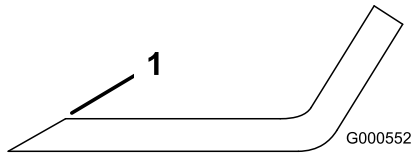

Figura 77
- Utilice una lima para afilar el filo de corte en ambos extremos de la cuchilla (Figura 77).
**Nota:** Si la cuchilla no está equilibrada, rebaje algo el metal en la parte de la vela solamente con una lima (Figura 77).